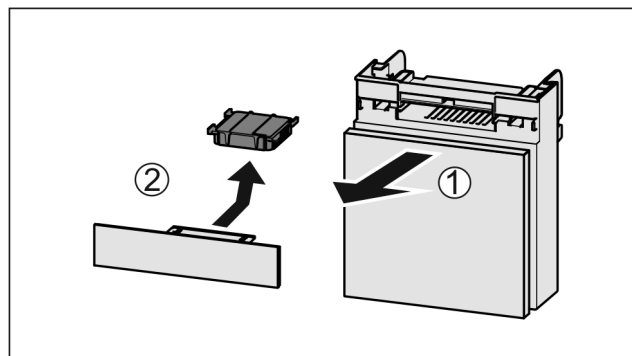

Fig. 122
- Træk rummet fremad Fig. 122 (1).
- Tag aktivkulfilteret Fig. 122 (2) ud.